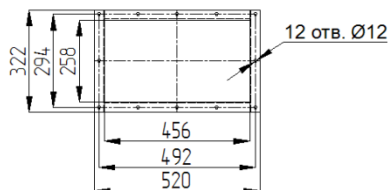

Рис. 4 – Вентилятор ВД-8 (1-корпус, 2-рама, 3-электродвигатель, 4-рабочее колесо, 5-аппарат шиберный, 6- привод шибера.
3.1 Вентилятор состоит из шести основных частей (рис. 4): корпуса, рамы, электродвигателя, рабочего колеса, шиберного аппарата, привода шибера (по заказу).